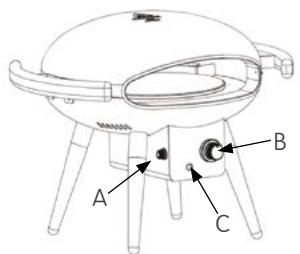
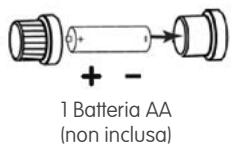

Fig. 4
Fig. 5
1. Svitare il tappo del vano batteria dell'accenditore elettronico (fig. 4 - A) e inserire una batteria AA (non inclusa) nell'alloggiamento. Assicurarsi che il polo positivo della batteria sia rivolto verso l'esterno (fig. 5). Avvitare il tappo sulla batteria.
4. Premere e ruotare in senso antiorario la manopola del bruciatore (fig. 4 - B), mantenendola premuta, fino alla posizione MIN. Si sentirà un "ticchettio" ripetuto ad indicare che il piezo sta generando la scintilla. Mantenere premuta la manopola del bruciatore per 5 secondi prima di rilasciarla.
9. Premere l'interruttore C (fig. 4 e 6) per attivare la rotazione del piatto. Lasciare cuocere la pizza per 3/5 minuti. Il tempo di cottura è indicativo e varia in base allo spessore della pizza. Monitorare l'avanzamento della cottura le prime volte che si cucina per familiarizzare con i tempi di cottura.